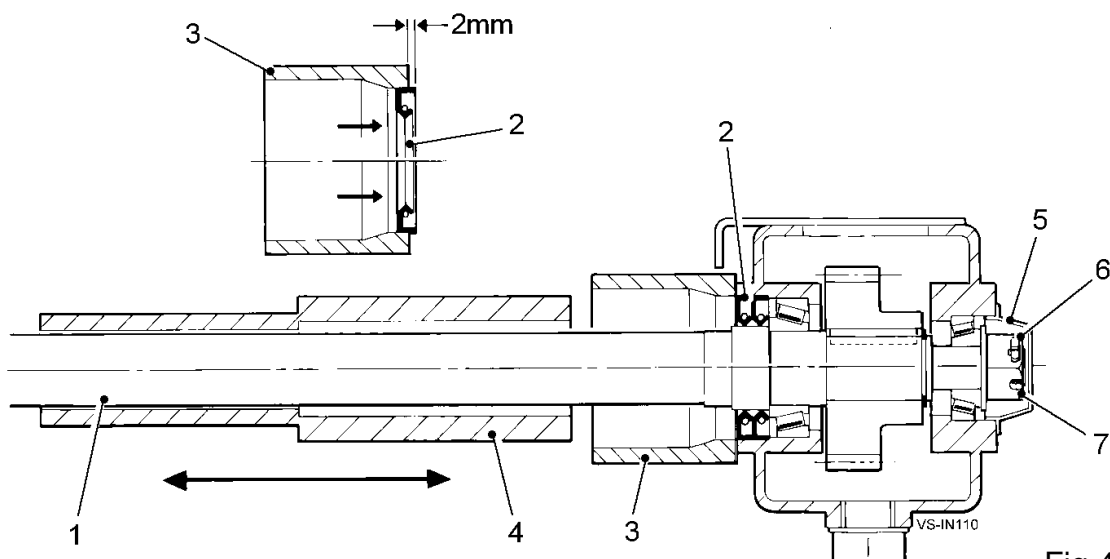

Fig 41
Les arbres du rouleau de l'unité (item 1, fig 41) plus propres sont chacun allés avec un cachet de l'huile (item 2, fig 41) qui est presse-allé dans la boîte de la boîte de transmission. Les cachets empêchent perte d'huile de la boîte de transmission et aussi préviennent l'entrée de saleté. Si la fuite est apparente, les cachets peuvent être remplacés dans le situ en utilisant la manche du guide et équipement du service du marteau de la diapositive.
2. Prix dehors le cachet usé (item 2, fig 41) qui prend le soin pour ne pas endommager l'ouverture du cachet dans la boîte de transmission. Nettoyez l'ouverture du cachet et le visage environnant de la boîte de transmission.
4. Poussez le nouveau cachet dans la bague de la compression (item 3, fig 41) jusqu'à ce que le cachet sorte approximativement 1-2mm au-delà le visage de la bague (see fig 41). Glissez la bague de la compression complet avec cachet sur l'arbre du rouleau (item 1, fig 41) et localisez le cachet dans l'ouverture.
5. Localisez le marteau de la diapositive (item 4, fig 41) sur l'arbre du rouleau et, tenir la bague de la compression et scelle fermement contre le visage de la boîte de transmission, rentrez le cachet dans la boîte de transmission. Si besoin est, un deuxième cachet peut être allé derrière le premier donner le soutien supplémentaire.
1. Nettoyez le sol dégagé d'autour du visage de la boîte de transmission et estimez dehors la casquette de la fin (item 5, fig 41).
2. Enlevez l'épingle fendue (item 6, fig 41) de la noix du castellated (item 7, fig 41) et serrez la noix à un moment de rotation de 22 lb / ft.
3. Vérifiez encore l'arbre du rouleau (item 1, fig 41) pour pièce libre.
4. Radoubez l'épingle fendue (item 6, fig 41) dans le prochain trou clair, en serrant la noix un maximum d'un plat si exigé.